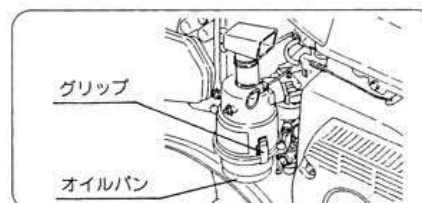

図31
- ① グリップを外し、オイルパンおよびエレメントを取外してください。(図31)